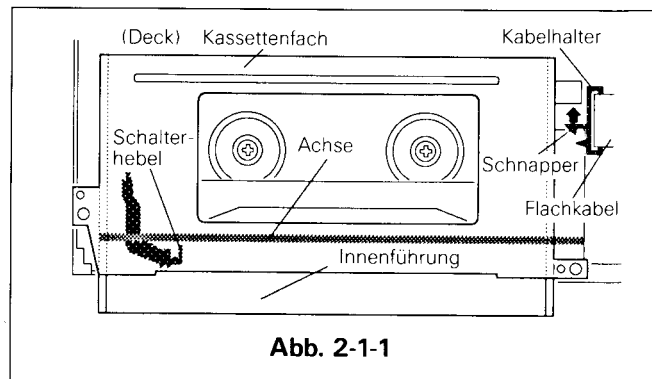

Abb. 2-1-1
2-1-1 Ausbau (siehe Abb. 2-1-1, 2-1-2)
- Den Kabelhalter am Kassettenfach lösen und entfernen. (Siehe Abb. 2-1-1)
2-1-2 Einbau (siehe Abb. 2-1-1 ~ 2-1-3)